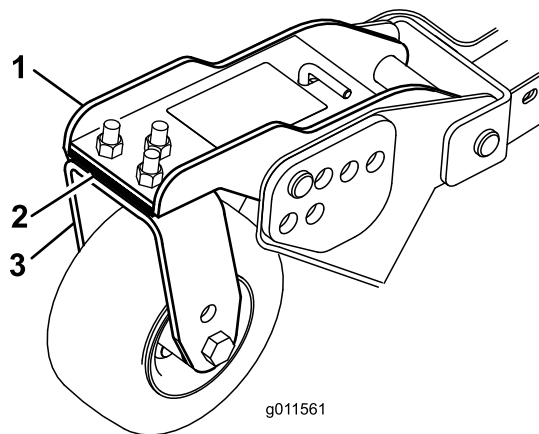

図 78
1. キャスタアームをキャスタフォーク固定しているキャップスクリューとナットを外す 図 78。